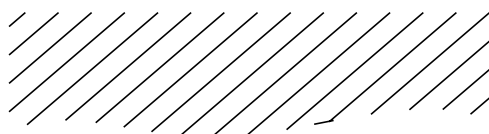

图4.3 主轴装夹示意图
- 1) 装机前，请确保抱夹孔径为 $\Phi DH6$ ，内孔圆柱度小于等于 0.01mm ，夹持范围见机体刻度线，如图4.3 所示。